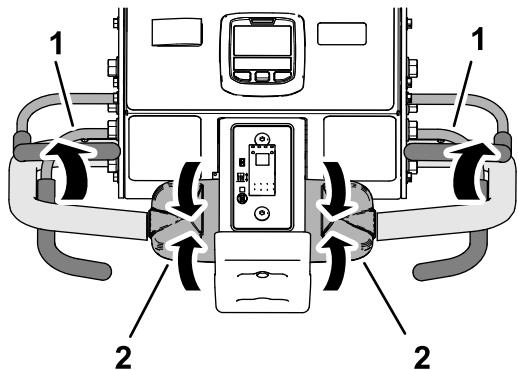

Figura 98
- Suelte el control de tracción, deje que se mueva hasta la posición de PUNTO MUERTO y suelte la barra de presencia del operador (Figura 98).